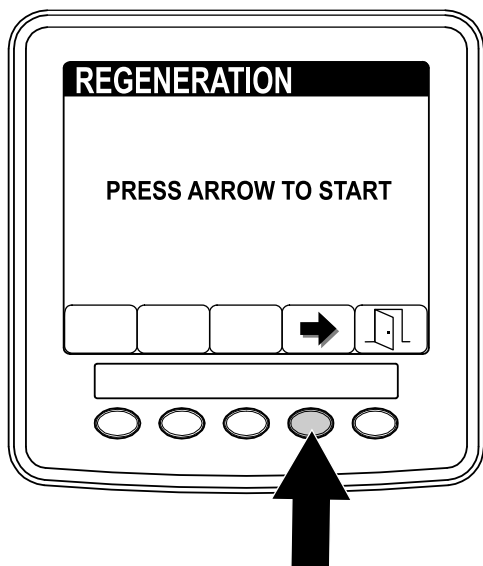

Figura 68
- Nella schermata della rigenerazione premete il pulsante 4 per dare avvio al processo di rigenerazione (Figura 68).